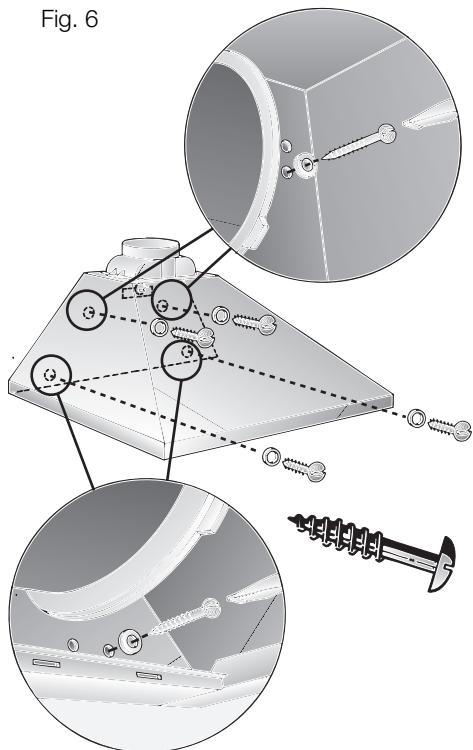

Fig. 7
12. Fijar el revestimiento superior de la chimenea con dos tornillos cortos lateralmente a la escuadra de soporte. (Fig. 7).